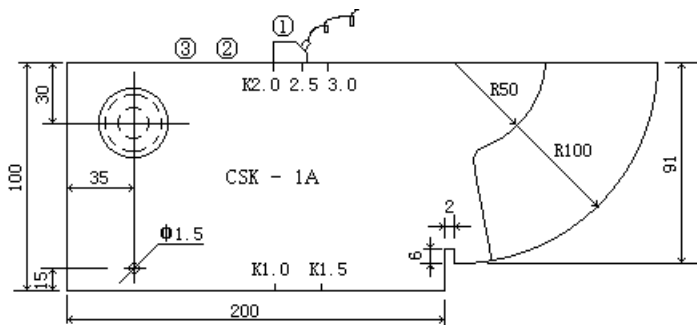

图 3-3-1
如图 3-3-1 所示，探头在不同的位置，所反射的回波高度和距离也不同，当探头从①移到③处，在屏幕上的回波幅度应该从低→高→低变化，并留下不同幅度的峰点组成一个新的曲线，我们称此曲线为包络线。下面就以上图的装置。我们以 Ø50 孔为例扫查其包络线。